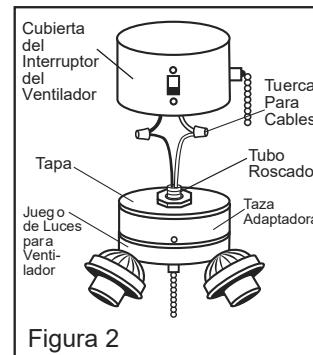

Figura 2
La instalación universal generalmente es aplicable a todos los ventiladores. Este método usa la tapa del alojamiento del interruptor del ventilador y un tubo roscado exterior para montar el juego de luces (Vea la figura 2). Consulte las Instrucciones de instalaciones titulada Instalación Universal.
- Conecte estos cables al juego de luces usando los conectores de cable (Vea la figura 2). Blanco (gris) a blanco y azul (rojo) a negro.